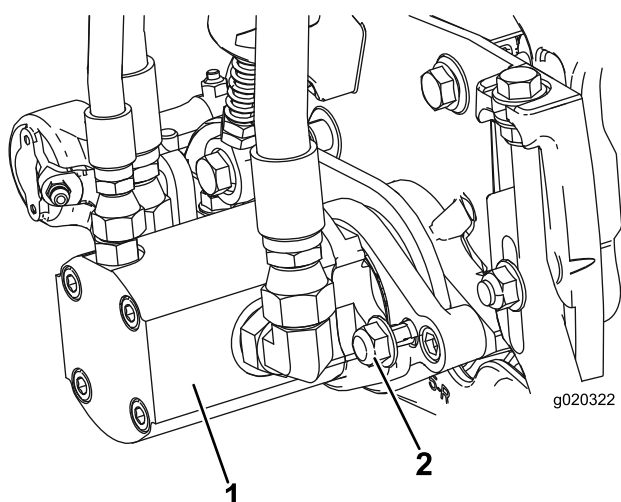

図 10
15. モータを右にひねってモータフランジのロックナットをかわしながらモータを取り付ける (図 10)。モータを左にひねってフランジをナットに噛み込ませてセットし、ナットを締め付けて固定する。